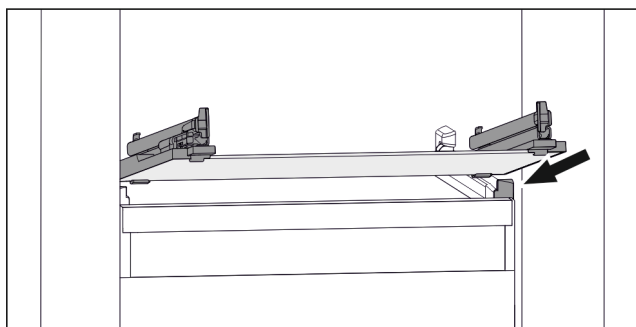

Fig. 119 Exempel på glashylla
- ▶ Sätt på glashylla i vinkel bakom stoppklackarna. (se Fig. 119)